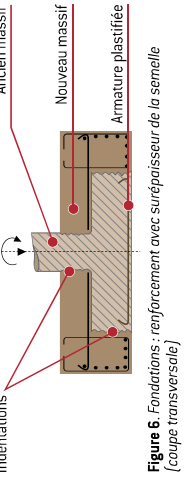

Figure 6. Fondations : renforcement avec surépaisseur de la semelle (coupe transversale)
- Renforcement du système de fondations (fig. 6, 7, 8, 9).